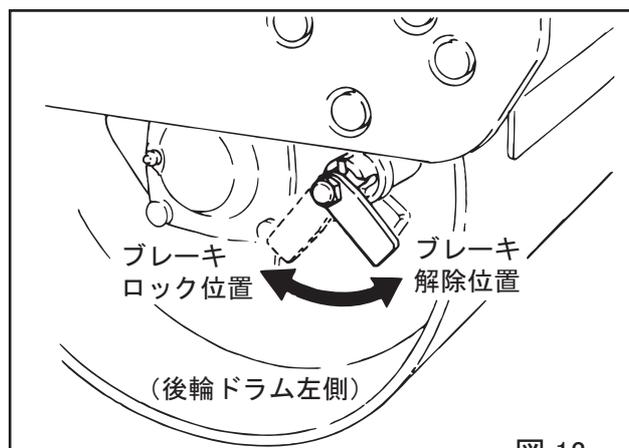

図 13
注意 走行させる前に必ず駐車ブレーキを外してください。レバーがかたい時は、本機を前後にゆくりとわずかに動かしてから外すと、容易にできます。(図 13)
- 駐車ブレーキをロックにします。ブレーキノブを引き90°時計方向に回します。(図13)